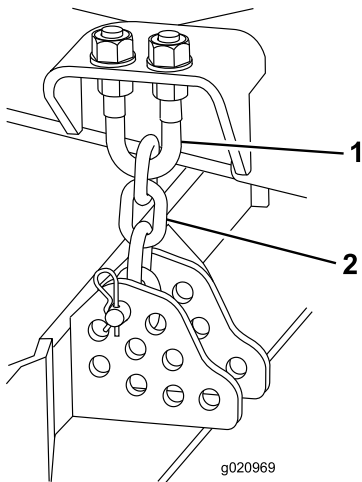

Figure 109
1. Desserrez les écrous de blocage en haut ou en bas de l'étrier fileté de la chaîne de hauteur de coupe (Figure 109).